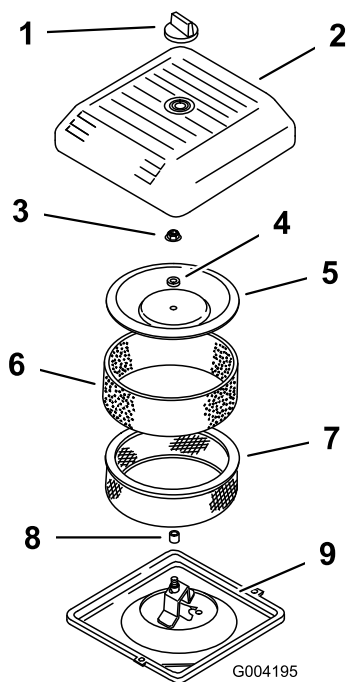

Figura 155
3. Desenrosque el pomo y retire la tapa del limpiador de aire (Figura 155).
- Deslice cuidadosamente el prefiltro de gomaespuma para separarlo del elemento de papel (Figura 155).
- Desenrosque la tuerca de la tapa y retire la tapa, el espaciador y el filtro de papel (Figura 155).